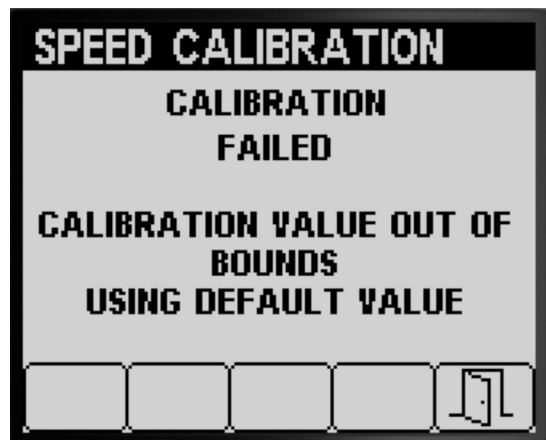

Bild 69
- In einer Meldung wird angegeben, dass die Geschwindigkeitskalibrierung fehlgeschlagen ist (Bild 69).
Hinweis: Wenn der Kalibrierungswert außerhalb der Grenzwerte liegt (Bild 69), wenden Sie sich an den offiziellen Vertragshändler von Toro. Prüfen Sie sonst die Fehlermeldung und wiederholen Sie die Kalibrierungsschritte in Vorbereiten der Geschwindigkeitskalibrierung \(Seite 24\) und Durchführen der Geschwindigkeitskalibrierung \(Seite 25\).
5. Drücken Sie die Taste 5, um den Bildschirm „Geschwindigkeitskalibrierung“ zu beenden (Bild 68 und Bild 69).